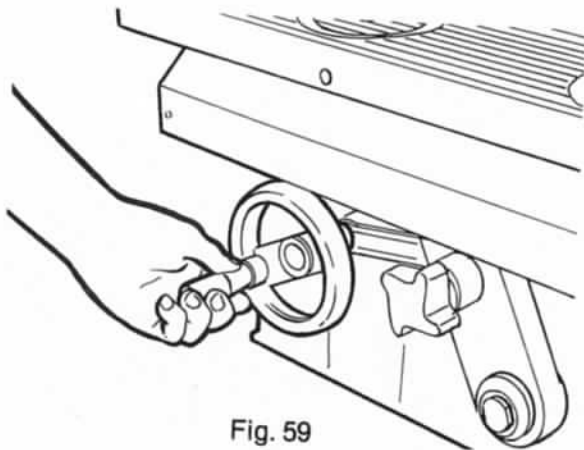

Fig. 59
Lossa huvudlåsarmen och vrid sedan höjningsratten (B) medurs för att sänka bordet och moturs för att höja det. (Fig. 59) Det är lämpligast att använda ratten (A), (fig. 1) för finjustering. Dra åter fast huvudlåsarmen när bordet är inställt i rätt läge.